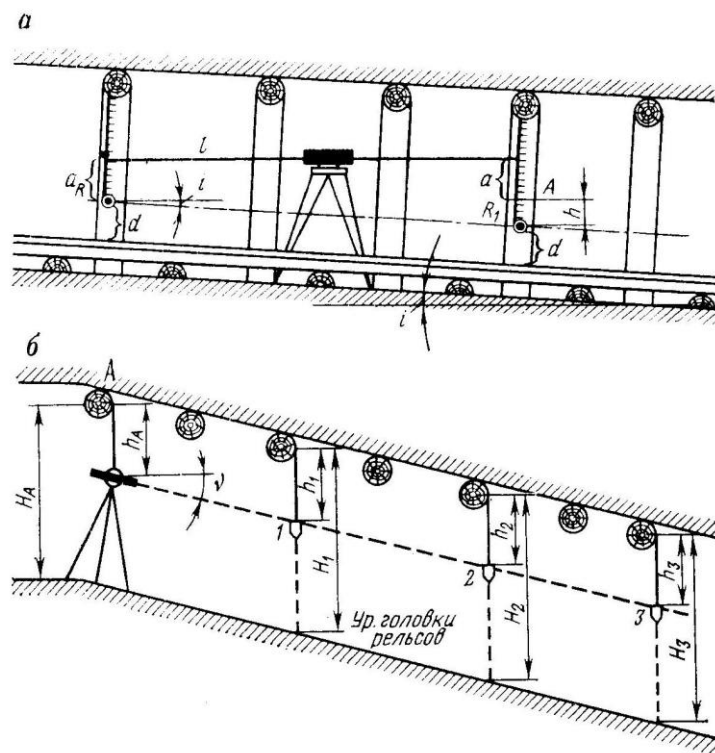

Рис. 2. Схема задания направления в вертикальной плоскости:
- вычертить эскиз указанных маркшейдерских работ своего варианта, например, по образцу, приведенному на рис. 2.